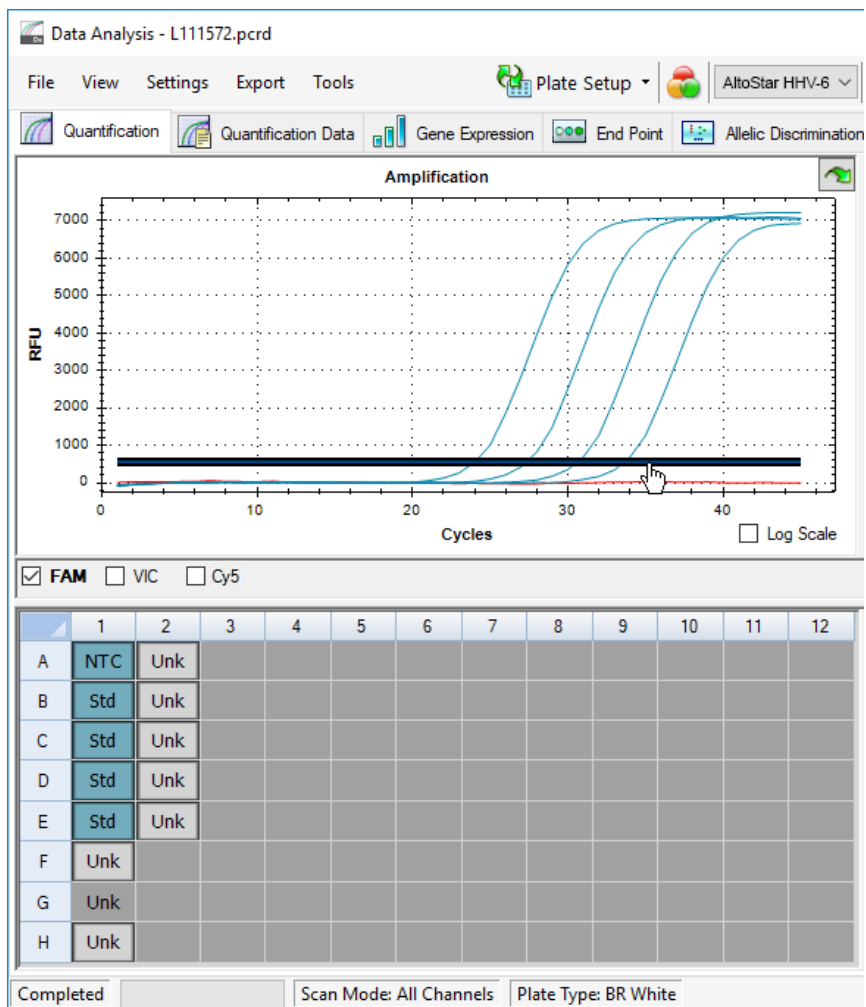

Abb. 10: Fenster Data Analysis (Datenanalyse): Festlegen des FAM™ Schwellenwerts
5. Entfernen Sie links im Fenster Data Analysis (Datenanalyse) das Häkchen aus dem Kontrollkästchen neben **VIC** und setzen Sie das Häkchen im Kontrollkästchen neben **FAM** für den Detektionskanal der HHV-6A-Zielsequenz (siehe Abbildung 10).
- Wählen Sie nur die Wells mit der NTC und den QS in der Platten-Ansicht des Fensters Data Analysis (Datenanalyse) aus (siehe Abbildung 10).
- Ziehen Sie den Schwellenwert deutlich über das Signal der NTC hinaus in den exponentiellen Bereich der Signale der QS (siehe Abbildung 10).
8. Entfernen Sie zur Auswahl des Detektionskanals für die HHV-6B-Zielsequenz das Häkchen aus dem Kontrollkästchen für **FAM** links im Fenster Data Analysis (Datenanalyse), setzen Sie das Häkchen im Kontrollkästchen für **Cy5** und wiederholen Sie die Schritte 6 und 7 (siehe Abbildung 10).